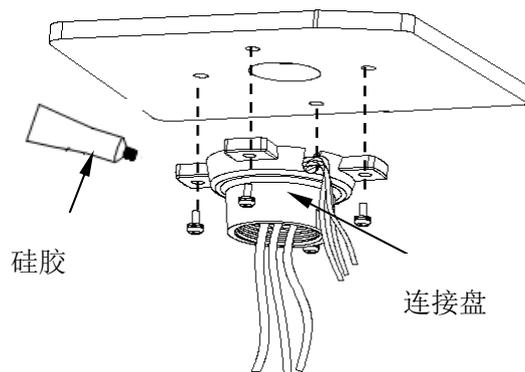

图4.2.1 安装示意图
1、如图 4.2.1，先旋松连接盘侧面的 M4 螺钉，拆分连接盘和连接杆，然后将一体化线从连接盘的底部侧面凹口处密封槽引入并穿过连接法兰的中心孔，将连接盘固定到天花板上。